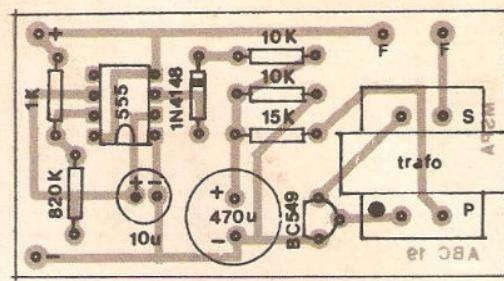

FIG. 4
- FIG. 4 - O CHAPEADO DA MONTAGEM - Na figura anterior a plaquinha era vista pela face cobreada... Agora a visão é feita pela face não cobreada, detalhando-se a posição, valor, código outros itens informativos importantes, de cada componente principal do circuito... Observar, com maior atenção, a posição do 555 (extremidade marcada voltada para o eletrolítico de 10u), do transistors (lado "chato" virado para o eletrolítico de 470u), diodo (com a extremidade marcada voltada para a borda superior da placa), transformadorzinho "pinta vermelha" (com o primário, ou lado da "pinta", virado para a borda inferior do Impresso), polaridade dos dois capacitores eletrolíticos (nitidamente marcada na figura e nos próprios "corpos" dos componentes...) e os valores dos resistores em função dos lugares que ocupam... Conferir tudo muito bem ao final, para só então cortar as "sobras" de "pernas" e terminais pelo "outro" lado (o cobreado...) da placa... Verificar também a qualidade dos pontos de solda, corrigindo eventuais defeitos nesse aspecto...